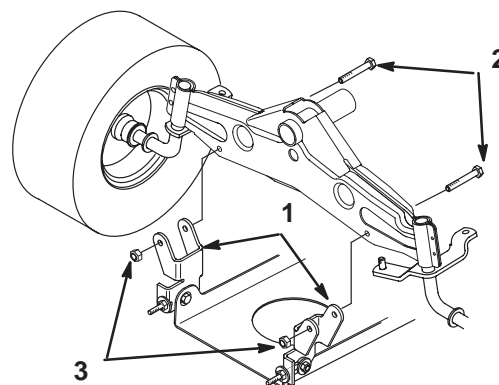

**Figure 17**
5. Décrochez le ressort situé sur le bras de la poulie de tension de la patte du plateau de coupe (Fig. 17).